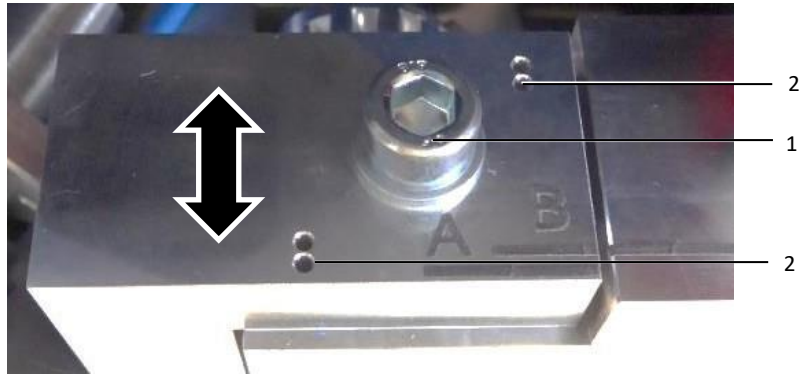

Fig. 14: Indstilling af åbningskile (indstilling: B)
- Løsne fastgørelsesskruen (fig. 14, pos. 1) så meget, at indstillingspladen kan løftes en smule op over fangstifterne.
- Indstil indstillingspladen til den ønskede position. Her skal et fangstiftepar passe i de pågældende åbninger (fig. 14, pos. 2).
- Spænd fastgørelsesskruen (fig. 14, pos. 1) igen.